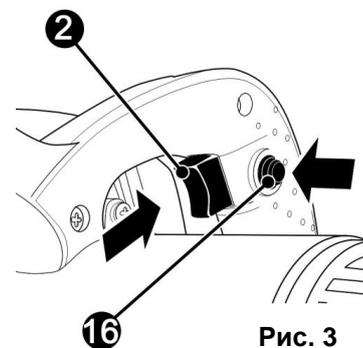

Рис. 3
- Нажмите и удерживайте круглую кнопку блокировки (16), затем нажмите клавишу пускового выключателя (3)(См. Рис.3).
- Отпустите клавишу выключателя (3)(См. Рис.3).